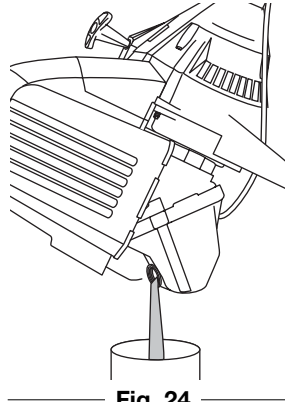

Fig. 24
- Vierta el aceite fuera del orificio de llenado de aceite en un recipiente inclinando la unidad hasta una posición vertical (Fig. 24). Deje suficiente tiempo como para completar el drenaje.